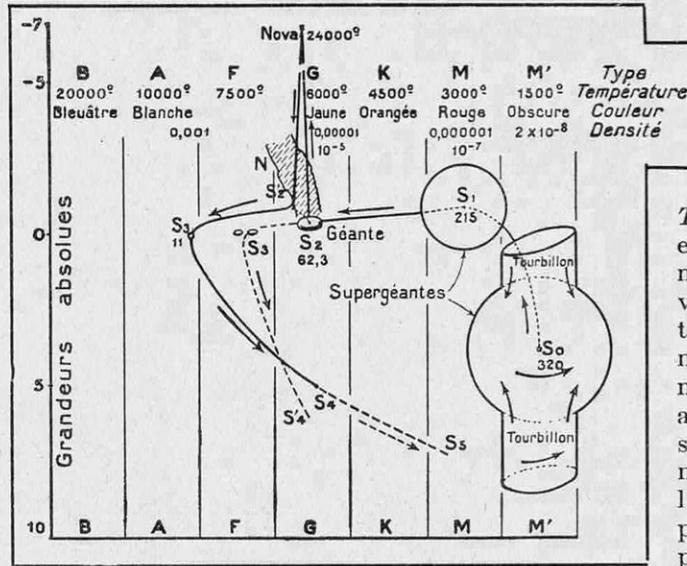

FIG. 2. — SCHEMA DE LA PRÉHISTOIRE DU SOLEIL MONTRANT SA LIGNE DE VIE $S_0 S_1 S_2 S'_2 S_3 S_4$
phases principales de la préhistoire du Soleil : il suffit de les joindre par une « ligne de vie » $S_0 S_1 S_2 S_3 S_4$ (fig. 2), qui suivra le diagramme de Russel, où les grandeurs absolues (1) sont en ordonnées, et les types *B A F G K M* d'étoiles et leurs températures figurent en abscisses.